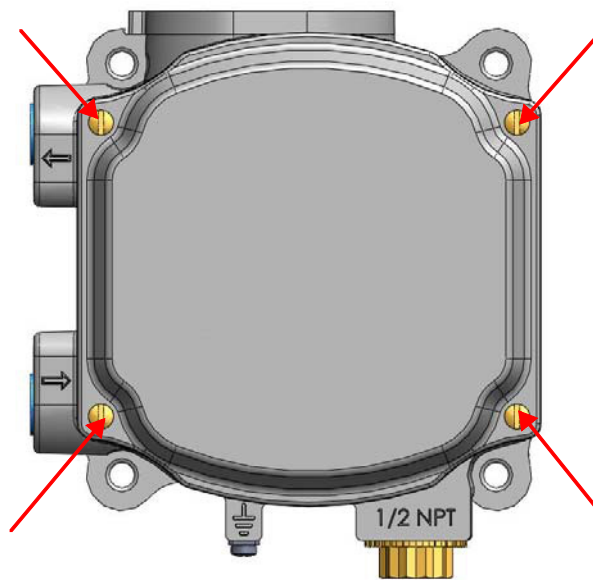

Figura 23 - Copertura anteriore
1. Allentare le quattro (4) viti della copertura e togliere la copertura dell'unità SVi1000 (Figura 23).